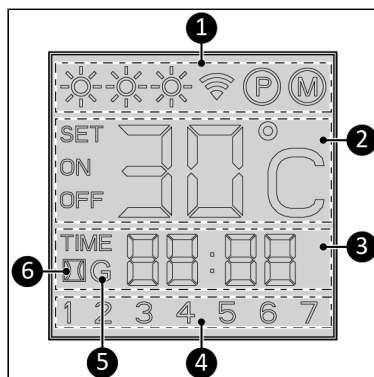

Figure 56.
Indication de statut (Figure 56, pos. 1) :
Témoin de température (Figure 56, pos. 2) :
Indication d'heure (Figure 56, pos. 3) :
Indication de jour (Figure 56, pos. 4) :
Témoin Wi-Fi (Figure 56, pos. 5) :
Détection fenêtre ouverte (Figure 56, pos. 6):